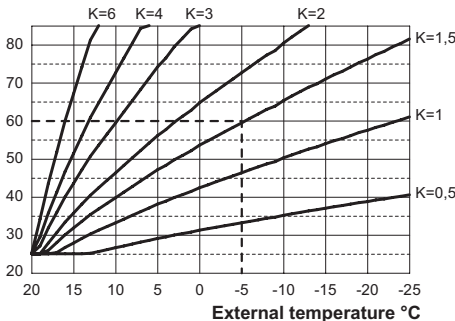

Figura 5.35
Se alla caldaia **È COLLEGATO** il comando remoto (opzionale) riferirsi alla Figura 5.35. In questo caso il settaggio del coefficiente K deve essere fatto da remoto.
Quando si installa la sonda esterna bisogna impostare questo parametro in base al rendimento dell'impianto di riscaldamento per ottimizzare la temperatura di mandata (Figura 5.35).
Es. Per avere una temperatura di mandata all'impianto di riscaldamento di 60°C con una esterna di -5°C si deve settare un K di 1,5 (linea tratteggiata in Figura 5.35).
- Utilizzando i tasti 12 o 13 è possibile modificare il valore del parametro 15 da un minimo di **01** ad un massimo di **60** in base alla curva scelta del coefficiente K in Figura 5.35 (il va-